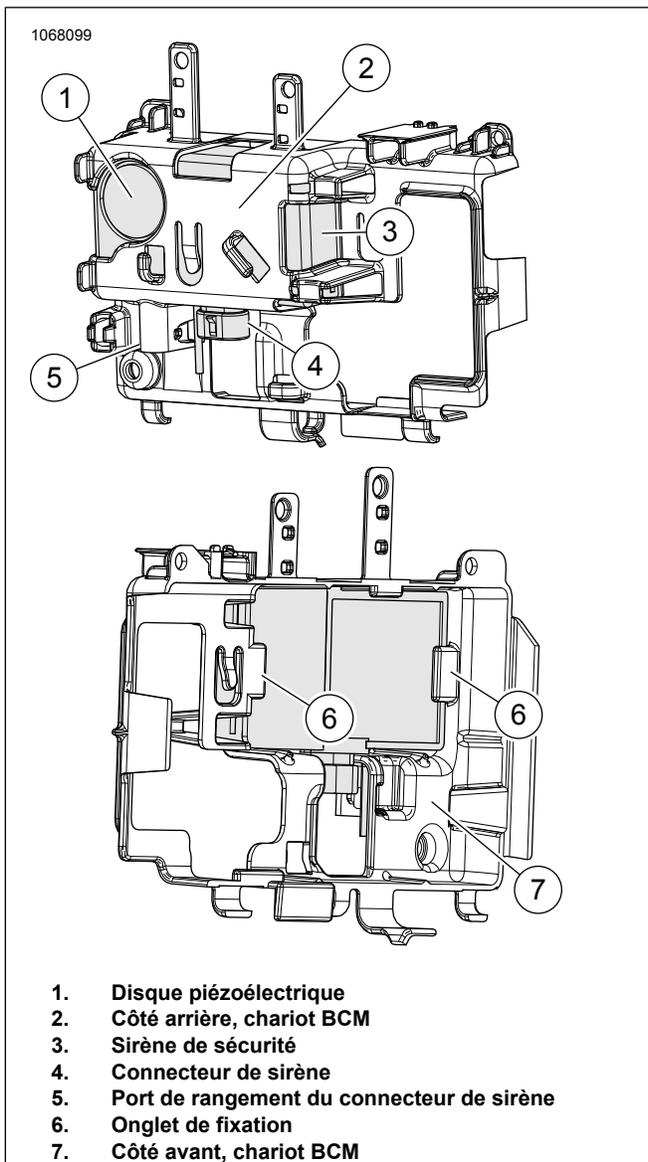

Figure 25. Softail 2018 et ultérieurs
6. Figure 25 Déconnecter le connecteur de la sirène de sécurité (5) du derrière du chariot BCM (2).
7. Connecter les connecteurs (4).
8. Installer la sirène de sécurité dans le coté avant du chariot BCM (7).
- a. Vérifier que le disque sondeur (1) fait face au derrière du véhicule.
- b. Placer la sirène de sécurité dans le chariot BCM et presser en place les onglets de verrouillage (6).